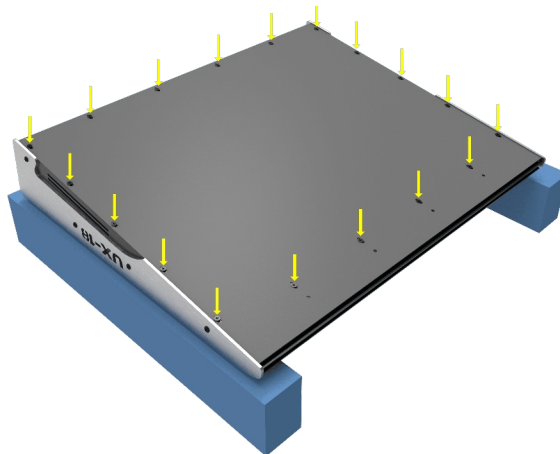

Figura 1: Tacos de apoyo bajo los laterales
2. Remover los 18 tornillos indicados en la *Figura 1* y quitar la tapa. Tenga en cuenta que al dar vuelta el equipo, los atenuadores se ven en orden inverso (el canal 1 quedará a la derecha).